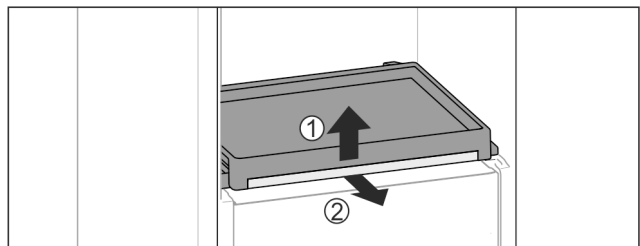

Fig. 39
- ▶ Извадете изтеглящата се дъска със стъклената плоча: Повдигнете леко отпред стъклената плоча Fig. 39 (1) и я изтеглете напред Fig. 39 (2).